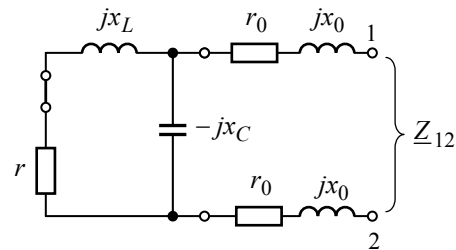

Рис. 8.15
3. Определим сопротивление генератора \underline{Z}_r , которое равно комплексному сопротивлению \underline{Z}_{12} относительно зажимов разомкнутой ветви с сопротивлением \underline{Z}_H (рис. 8.15):